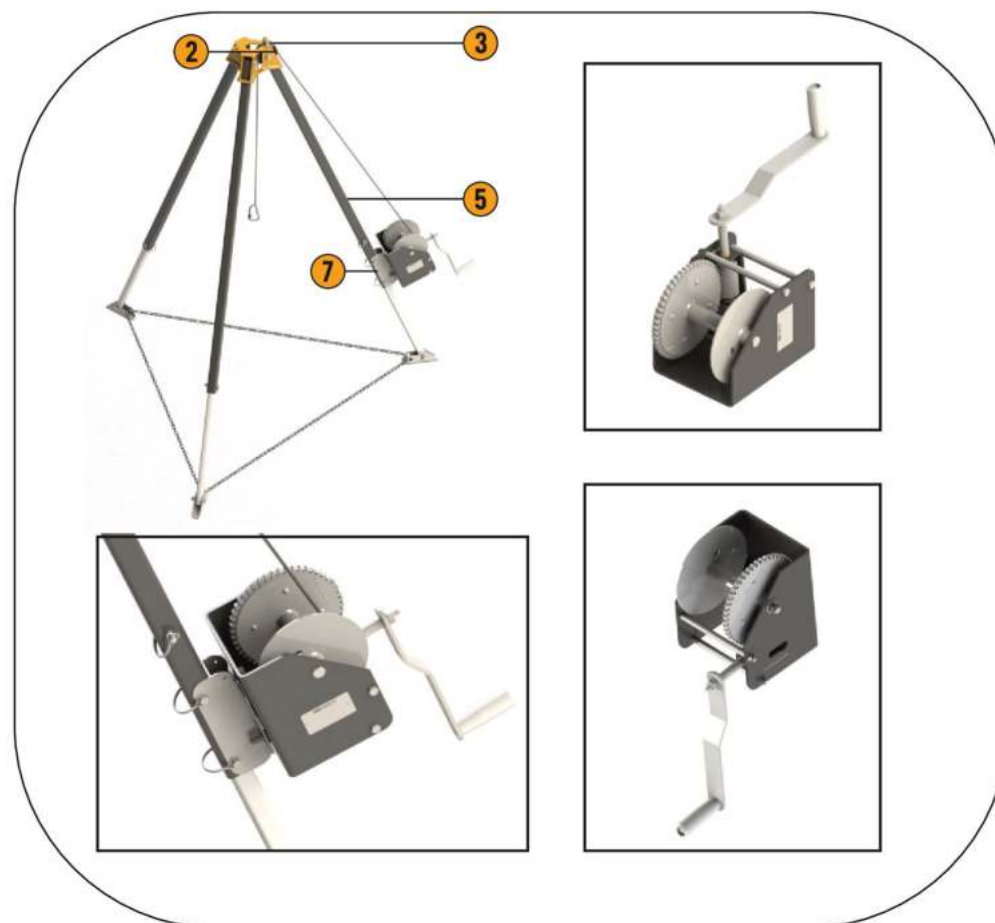

рис. 6
6.4 Установка лебедки на треногу (рис. 6):